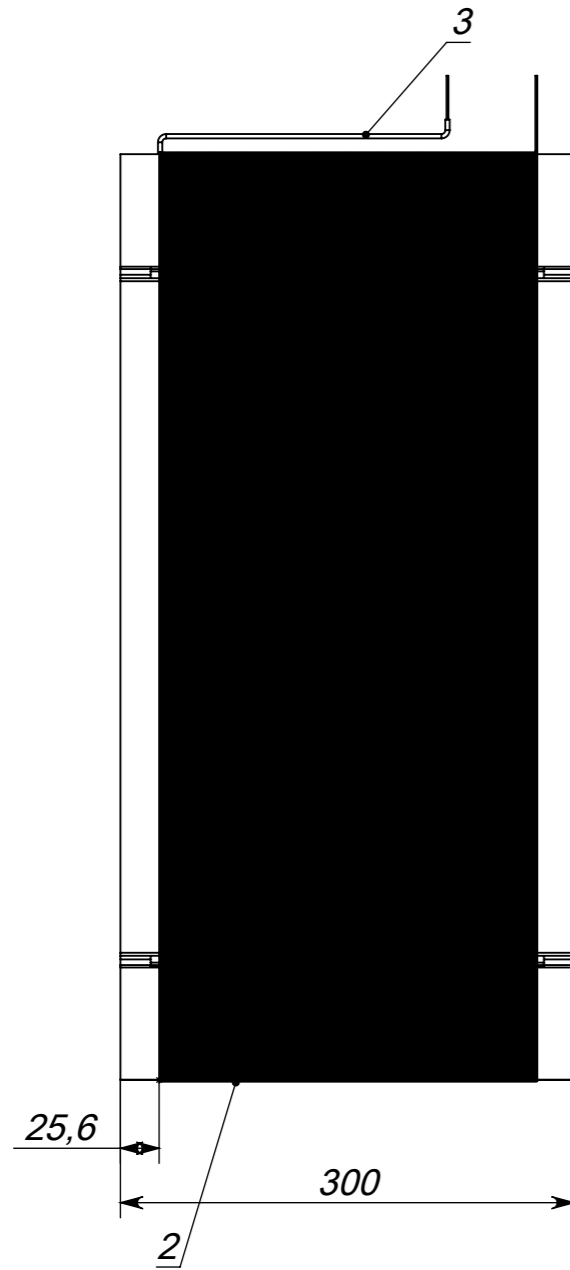

Рис. 1
4. Провод поз.2 см. рис.1 после намотки покрыть лаком УР-231 и замотать лентой скотча (ширина зомотки скотчем 200 мм) см. рис.2